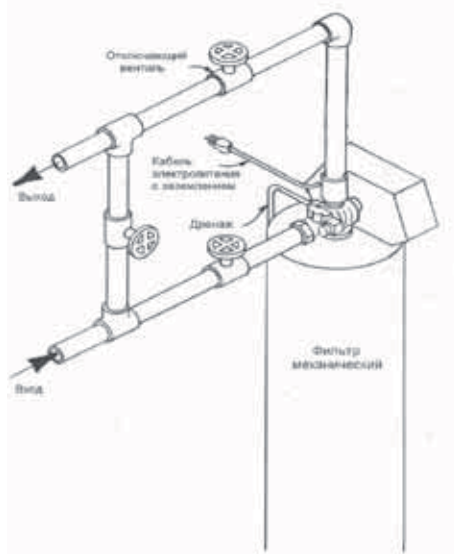

Рис. 1
8. Подключите установку в разрыв магистрали подачи холодной воды, используя стандартную трубную арматуру и фитинги. Для удобства запуска, эксплуатации и обслуживания оборудования необходимо предусмотреть байпасную линию (рис.1).